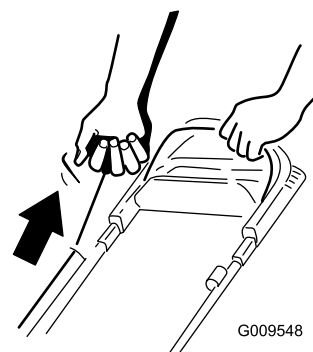

Figura 20
2. Puxe o manípulo do arrancador de retrocesso (Figura 20).
Nota: Puxe o manípulo do arrancador ligeiramente até sentir resistência e, em seguida, puxe rapidamente (Figura 20). Deixe que a corda regresse lentamente ao manípulo.